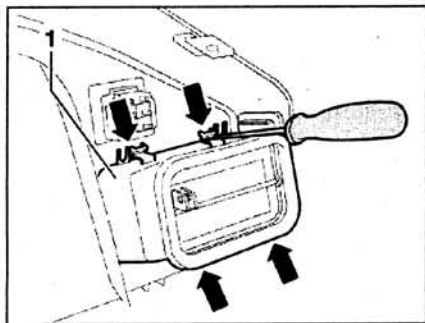

Рис. 8.57. Отцепите фиксаторы (стрелки) с помощью отвертки. Извлеките дефлектор 1 из панели приборов.
2. Отцепите фиксаторы (стрелки) с помощью отвертки (рис. 8.57). Извлеките дефлектор 1 из панели приборов со стороны водителя.